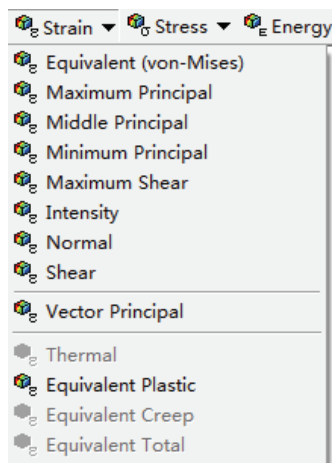

图 15-20 添加塑性应变图
8) 选择 Solution 工具栏中的 Strain>Equivalent Plastic, 如图 15-20 所示, 此时在树结构图中会出现 Equivalent Plastic Strain 选项。